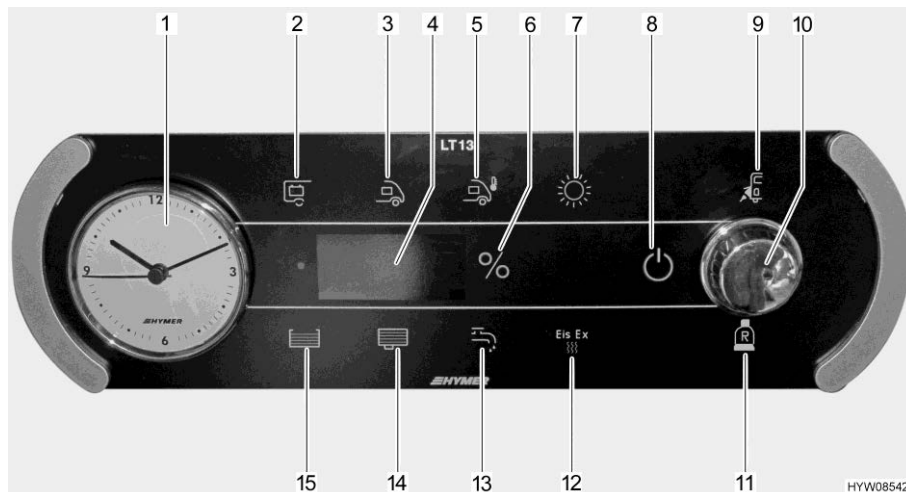

Fig. 117 Pannello di controllo (LT 13)
Il pulsante a rotazione (Fig. 117,10) inserisce o disinserisce il pannello di controllo e l'alimentazione a 12 V dell'abitacolo.
- Accensione:** ■ Premere il pulsante a rotazione (Fig. 117,10): L'alimentazione a 12 V dell'abitacolo è inserita. La spia di controllo a 12 V (Fig. 117,8) diventa verde.
- Spegnimento:** ■ Premere il pulsante a rotazione (Fig. 117,10): L'alimentazione a 12 V dell'abitacolo è disinserita. La spia di controllo a 12 V (Fig. 117,8) si spegne.
- Ruotare il pulsante a rotazione (Fig. 117,10), finché non si accende il simbolo pompa acqua (Fig. 117,13). Sull'indicatore compare lo stato di commutazione attuale ("ON" oppure "OFF").
- Ruotare il pulsante a rotazione (Fig. 117,10), finché non si accende il simbolo Eis-Ex (Fig. 117,12). Sull'indicatore compare lo stato di commutazione attuale ("ON", "AUTO" oppure "OFF").
Il simbolo controllo di rete (Fig. 117,9) è acceso quando il veicolo è alimentato con tensione di rete a 230 V. Le batterie vengono caricate.
Il simbolo bombola del gas di riserva (Fig. 117,11) è acceso quando viene utilizzata la bombola del gas di riserva.
- Ruotare il pulsante a rotazione (Fig. 117,10), finché non si accende il simbolo temperatura esterna (Fig. 117,5). La temperatura esterna viene visualizzata sull'indicatore (ad es. "25 °C").
- Ruotare il pulsante a rotazione (Fig. 117,10), finché non si accende il simbolo batteria abitacolo (Fig. 117,2). La tensione della batteria dell'abitacolo viene visualizzata sull'indicatore (ad es. "13,8U" per 13,8 Volt).
- Ruotare il pulsante a rotazione (Fig. 117,10), finché non si accende il simbolo della batteria dell'abitacolo (Fig. 117,2). La corrente della batteria dell'abitacolo è visualizzata sull'indicatore.
- Ruotare il pulsante a rotazione (Fig. 117,10), finché non si accende il simbolo batteria d'avviamento (Fig. 117,3). La tensione della batteria d'avviamento viene visualizzata sull'indicatore (ad es. "12,1U" per 12,1 Volt).
- Ruotare il pulsante a rotazione (Fig. 117,10), finché non si accende il simbolo solare (Fig. 117,7). La corrente fornita dal pannello di controllo solare viene visualizzata sull'indicatore (ad es. "5,8A" per 5,8 Ampere).
- Ruotare il pulsante a rotazione (Fig. 117,10), finché non si accende il simbolo serbatoio acqua (Fig. 117,15). Il livello del serbatoio dell'acqua è visualizzato in percentuale sull'indicatore. Se il serbatoio dell'acqua è vuoto, l'indicatore lampeggia.
- Ruotare il pulsante a rotazione (Fig. 117,10), finché non si accende il simbolo serbatoio acque grigie (Fig. 117,14). Il livello del serbatoio delle acque grigie è visualizzato in percentuale sull'indicatore. Se il serbatoio delle acque grigie è pieno, l'indicatore lampeggia.
- ▷ Se il simbolo "%" (Fig. 117,6) lampeggia, significa che il sensore è difettoso. Pulire il sensore o chiamare il servizio clienti.